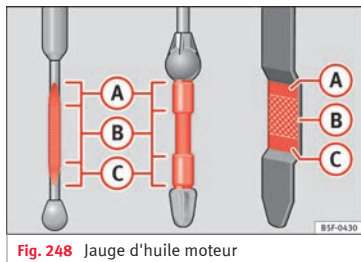

Fig. 248 Jauge d'huile moteur
– Puis retirez-la à nouveau et vérifiez le niveau d'huile » fig. 248. Faites l'appoint d'huile moteur si nécessaire.